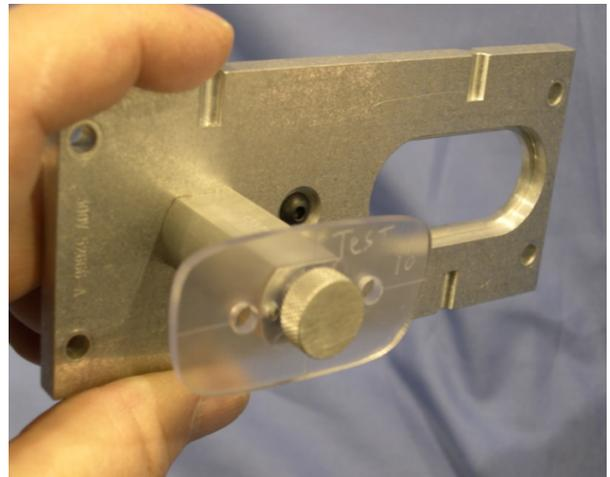

Figura 3.3: plantilla montada sobre el sujetador de lentes/plantillas.
1. Fije la plantilla al sujetador de lentes/plantillas mediante las clavijas de registro. Ajústela con el retenedor de plantillas. Observe la Figura 3.3 en la parte inferior.